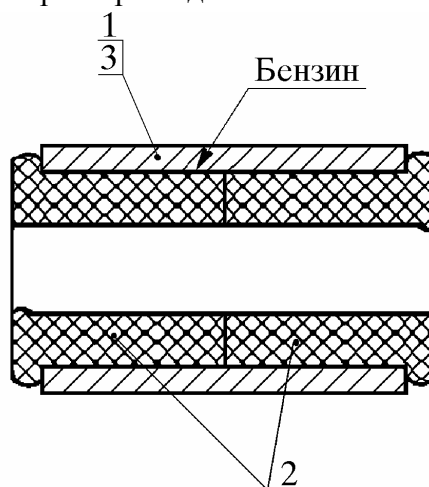

Рис. 11. Установка втулок в ушко рессоры и отверстие кронштейна:
6.2.1. Установить две втулки 2 (рис. 11) ушка задней рессоры в заднее ушко рессоры 1 и две втулки 2 в отверстие кронштейна 3 рессоры задней, предварительно окунув втулки в бензин для обезжиривания поверхностей втулок.